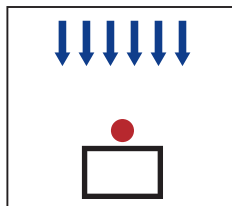

Рисунок 1b
2. посредством однонаправленного горизонтального потока. При этом воздух подается через настенные фильтры и удаляется через решетки, расположенные в определенных местах; в данном случае чистая рабочая зона располагается между фильтрами, из которых выходит поток, и первым источником загрязнения (рис. 1b);